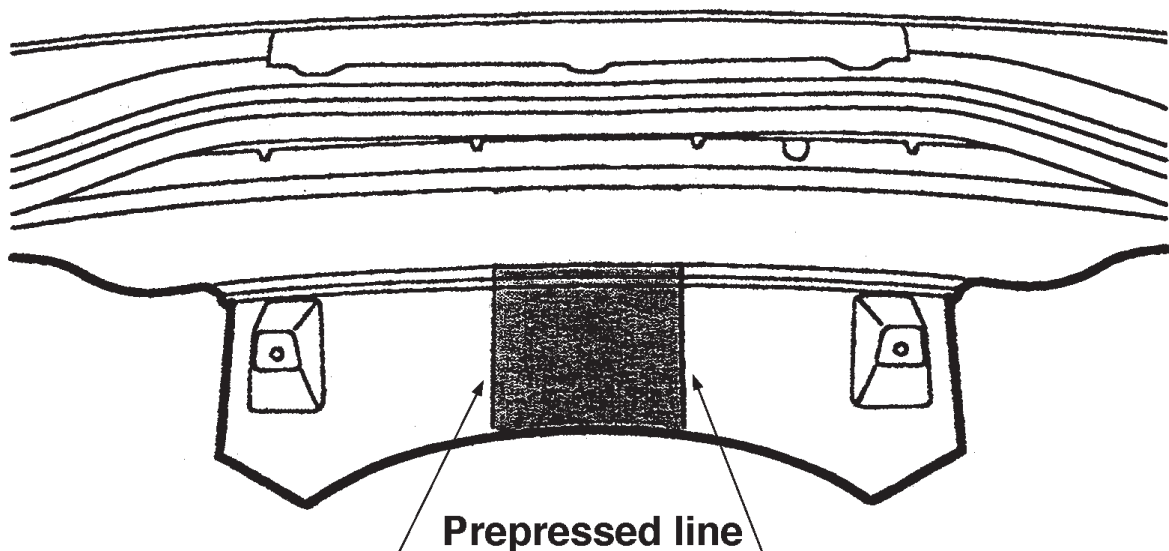

Fig.1
5. Saw a section out of the middle of the bumper as shown in fig. 1
5. Auf der Unterseite der Stoßstange einen Teil aus der Mitte gemäß Abbildung 1 herausschneiden.
5. Scier au centre de la partie inférieure du pare-chocs une partie correspondant à la figure 1.
5. Sav en del ud af kofangeren midt på undersiden jf. fig. 1.